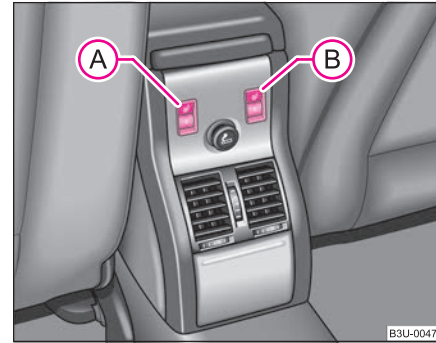

Fig. 64 Consola centrală spate: Regulator rotativ pentru încălzirea scaunelor din spate
- Rotiți rozeta ①, respectiv ② ⇒ pagina 81, fig. 64, pentru a porni și regla încălzirea pentru scaunele din spate dreapta și stânga.